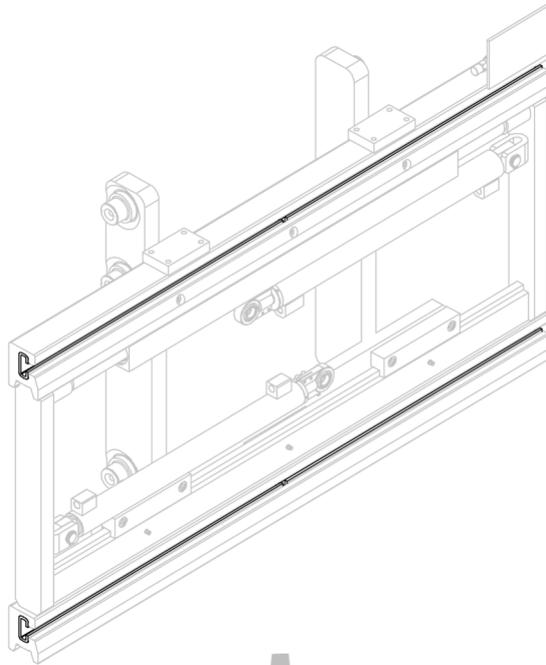
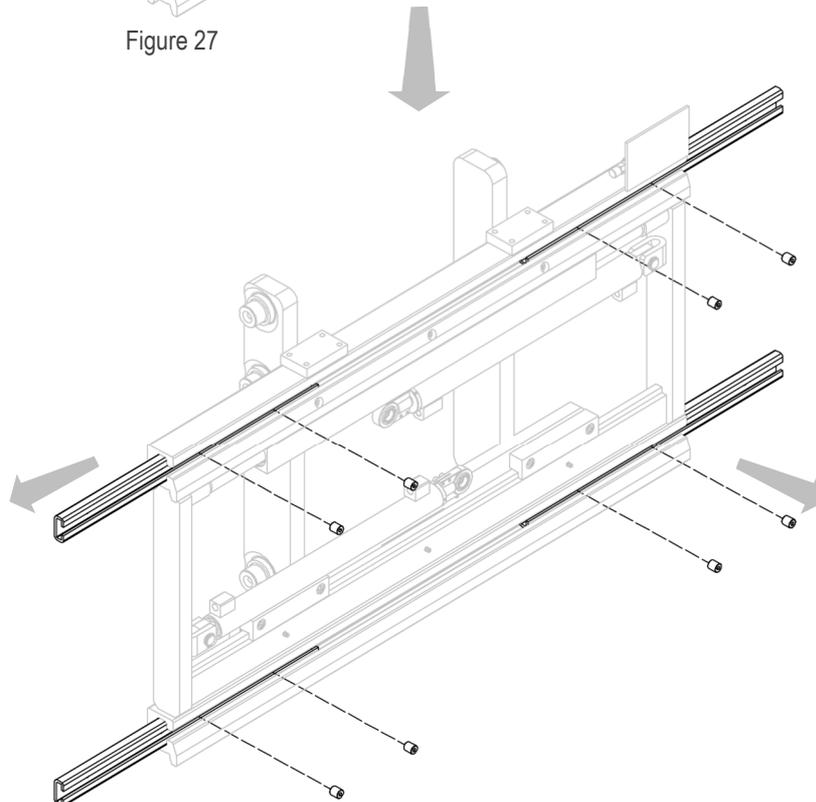

Figure 27
Figure 28
3. Retirer les bagues en laiton après avoir dévissé les grains correspondants (voir *Figure 27* et *Figure 28*).